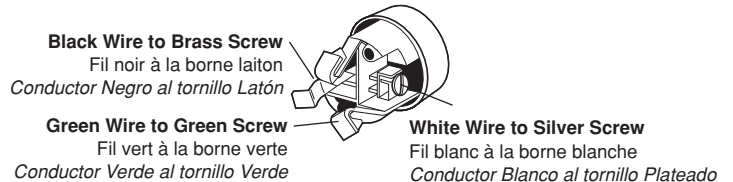

FIGURE 2 / FIGURE 2 / FIGURA 2
2. Strip cord jacket and individual conductors according to stripping diagram (see Figure 2) or per the strip gauge on the plug/connector face. Trim off all fillers. To ensure proper clamping, only trim off lengths specified.
2. Dégainer le cordon et dénuder chaque fil conformément au schéma (**figure 2**) ou au gabarit de dénudage apparaissant sur la face du dispositif. Enlever toute garniture. Afin d'assurer la solidité des raccords, on doit respecter toutes les longueurs recommandées.